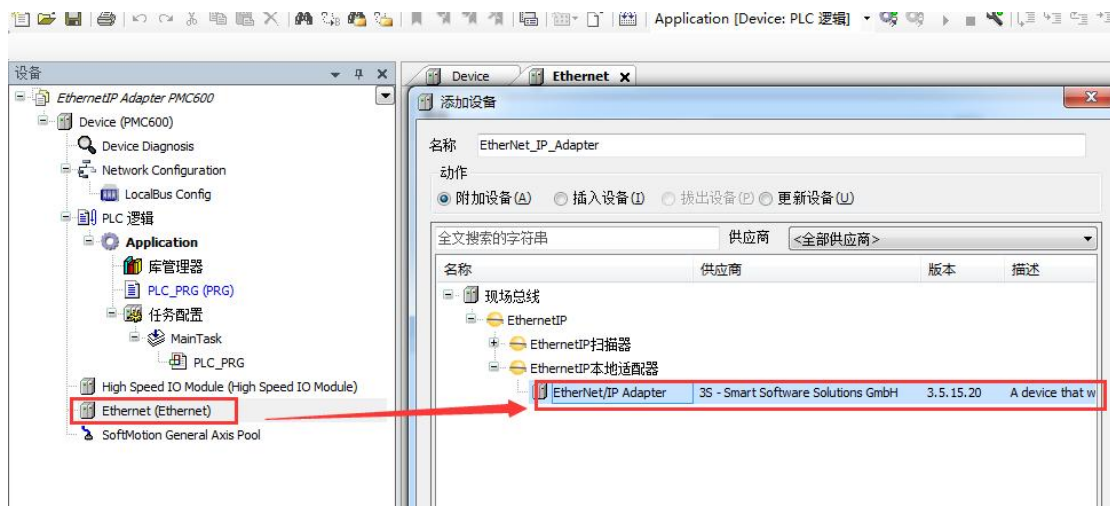
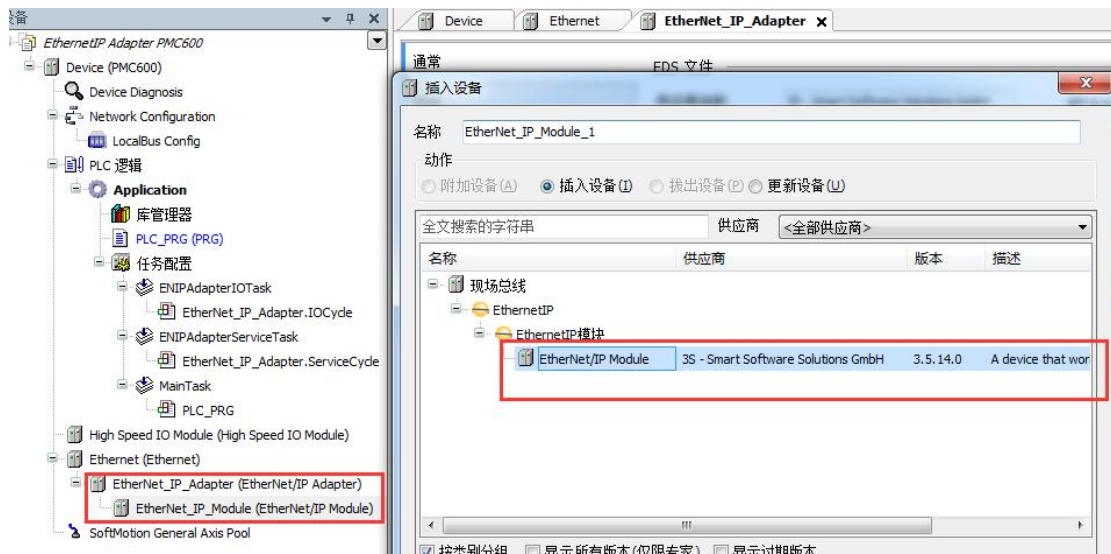

图 13.72 添加“Ethernet/IP Adapter”设备
图 13.73 添加“Ethernet_IP_Module”设备
4) 在 Ethernet 设备上右击，添加“Ethernet/IP Adapter”设备，如图 13.72 所示；然后在 Adapter 上添加“Ethernet_IP_Module”设备，如图 13.73 所示。